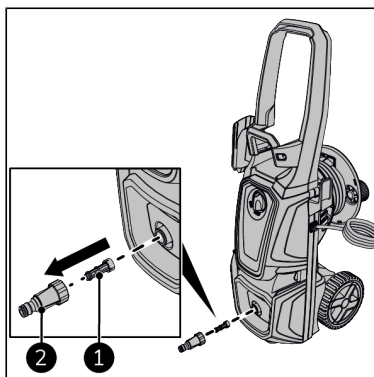

Figure 82.
3. Dévissez le raccord du tuyau de jardin (Figure 82, pos. 2).
4. Retirez le filtre (Figure 82, pos. 1).